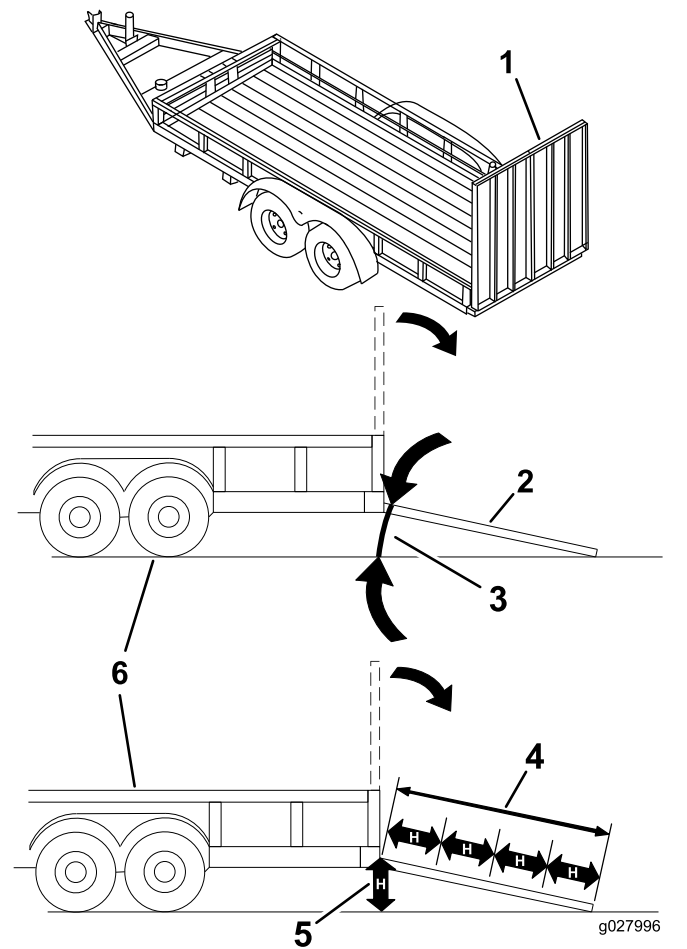

Bild 35
Beim Verladen einer Maschine auf einen Anhänger oder Pritschenwagen erhöht sich die Gefahr, dass die Maschine umkippt und schwere oder tödliche Verletzungen verursacht (Bild 35).
3. Senken Sie die Rampe ab und stellen Sie sicher, dass der Winkel zwischen der Rampe und dem Boden höchstens 15 Grad beträgt (Bild 35).
1. Senken Sie die Rampe ab und stellen Sie sicher, dass der Winkel zwischen der Rampe und dem Boden höchstens 15 Grad beträgt (Bild 35).